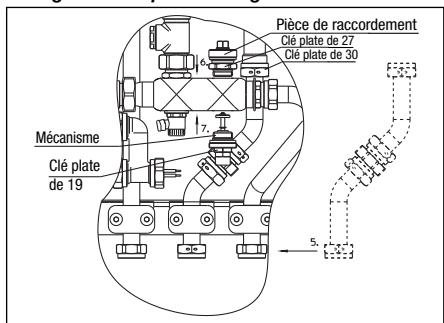

Fig. 5 Montage – 1ière partie
5. Positionner le groupe de tuyauterie dans la station d'appartement «Regudis W-HTU» comme illustré sur la fig. 5 et le resserrer avec les nouveaux joints en serrant tous les écrous d'accouplement solidement. Remonter la partie avant du collier sur le tube et revisser les écrous à l'aide d'une clé six pans de 5 mm.
6. Visser à fond la pièce de raccordement (clé de 27) dans le distributeur par le bas comme illustré sur la fig. 5.